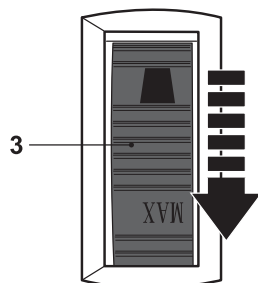

Fig. 12
- > Puxe o botão de velocidade (3) para trás quando pretender diminuir a velocidade do aspirador/soprador (Fig. 12).